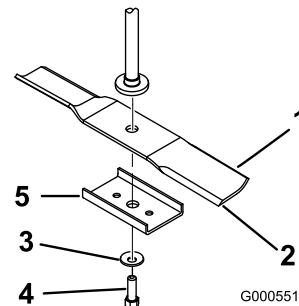

Figura 37
Sujete el extremo de la cuchilla usando un trapo o un guante grueso. Retire del eje el perno de la cuchilla, la arandela curva, el refuerzo de la cuchilla y la cuchilla (Figura 37).
- Instale la cuchilla en el eje (Figura 37).
- Instale el refuerzo de la cuchilla, la arandela curva (con la copa hacia la cuchilla) y el perno de la cuchilla (Figura 37).